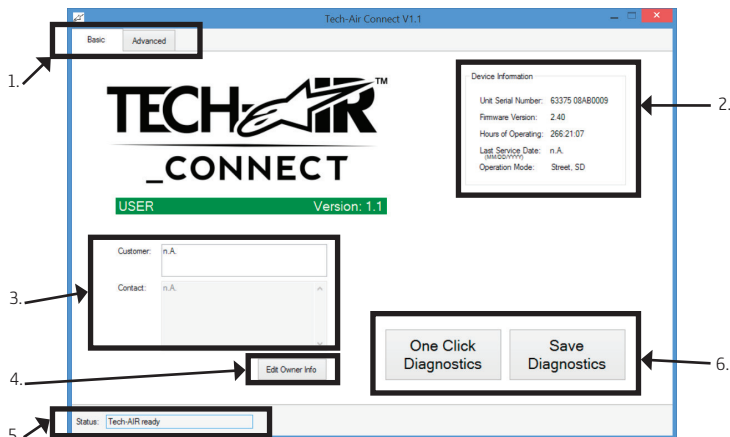

Figure 11 – Page-écran Principale Connexion Tech-Air™
3. Lancer le logiciel Tech-Air™Connect. Il se présentera avec la page-écran ci-après (figure 11).